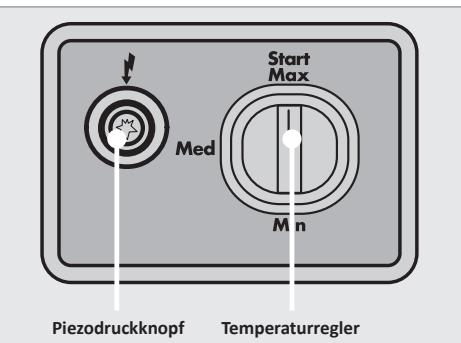

Abb. 5: Bedienfeld
2. Vergewissern Sie sich, dass der **Drehknopf** am Bedienfeld auf der Position **START/MAX** steht. Sollte dies nicht der Fall sein, drücken Sie den **Drehknopf** leicht nach unten und drehen Sie ihn auf die Position **START/MAX** (siehe Abb. 5)
4. Betätigen Sie dann bei **gleichzeitig gedrücktem Drehknopf** den **Piezodruckknopf** **mehrmals hintereinander**, um die Wächterflamme zu entzünden (siehe Abb. 5). Ist die Wächterflamme sichtbar, gehen Sie wie folgt vor: